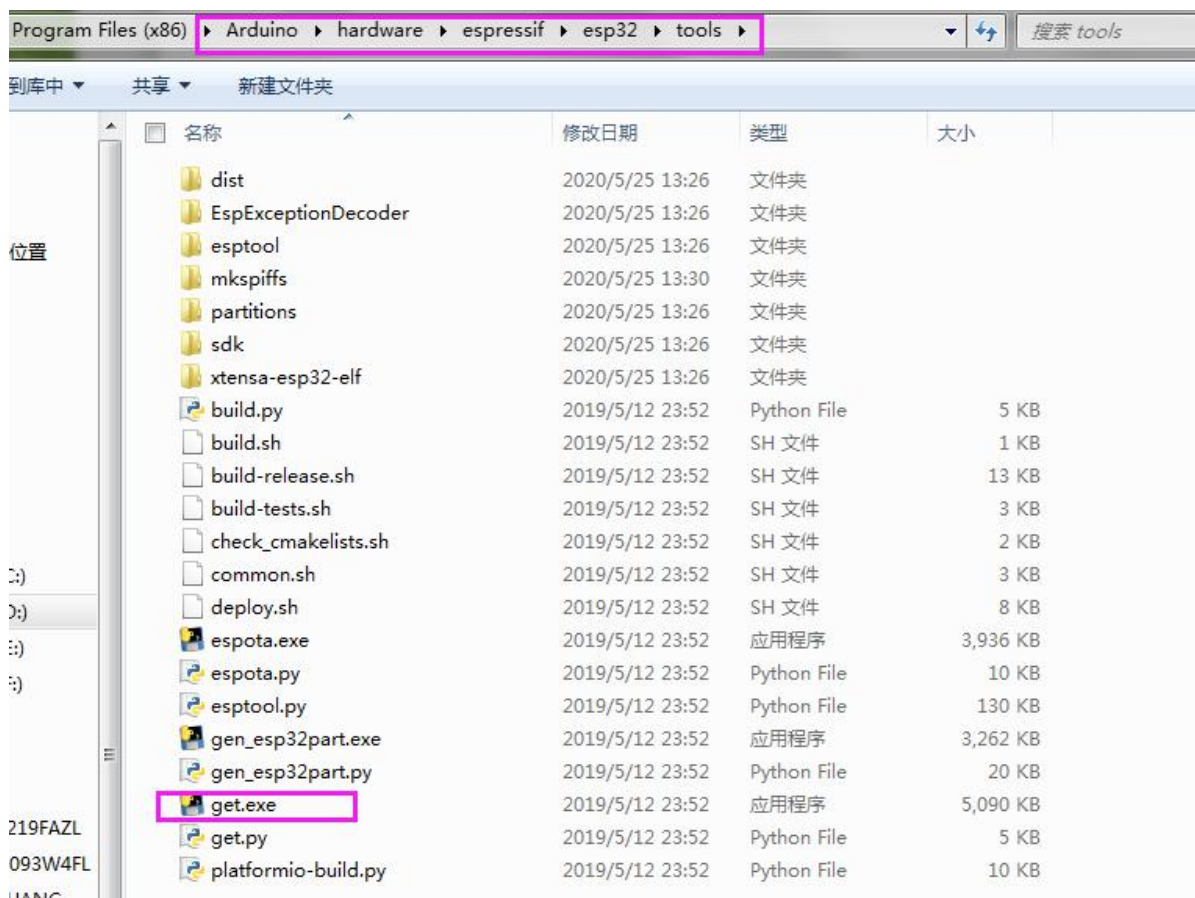

图 5 运行 get.exe 文件
3) 在 esp32/tools 中运行 get.exe (前提是安装了 python 插件)，如图 5 所示。